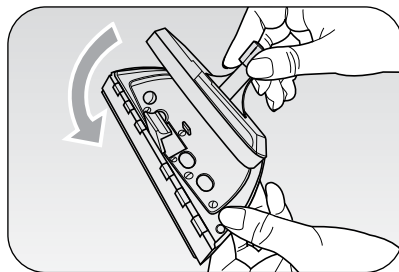

Fig. 6
Na escova para tecidos (11) pode ser encaixada a escova limpa-vidros: para acoplar os dois acessórios, deve-se inserir as linguetasostas na base da escova para tecidos no interior dos ganchos postos na base da escova limpa-vidros. Com a escova limpa-vidros, os vidros, os espelhos e as superfícies brilhantes ganham novo brilho. É fácil de utilizar mesmo nos vidros dos box de duchas, eliminando o problema das manchas de calcário (Fig. 6).